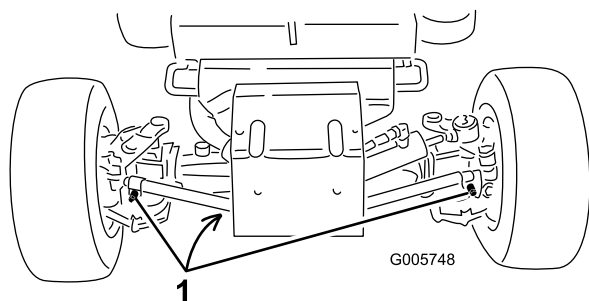

Figura 56
2. Limpie la zona alrededor de los tapones de vaciado (Figura 56).